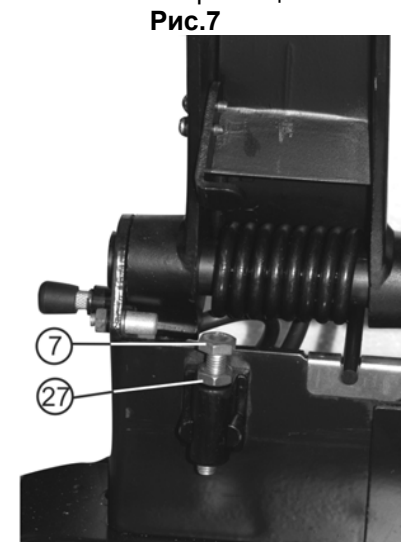

Рис.7
11.8. При установке определённой (фиксированной) глубины резания или замене отрезного диска (14) установите и контргайкой (27) закрепите регулировочный болт (7), Рис.7, в необходимом положении так, чтобы при полностью опущенной ручке (11) отрезной диск (14) не касался рабочего стола (1).